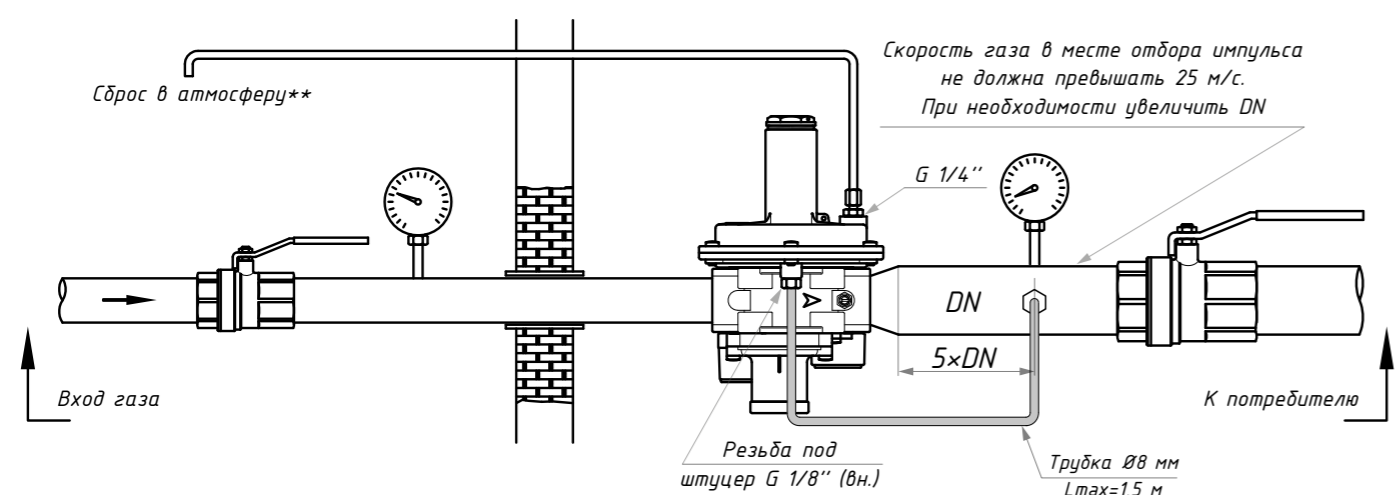

Рис. 9
- Он может быть установлен в любом положении, даже если установка предпочтительнее, как в 6.4 (пример монтажа). На регуляторе со стороны выхода имеется золотник отбора давления (23) для удобства выполнения настройки параметров работы регулятора;
- В версиях СТАНДАРТ для получения расхода газа более 30 нм³/ч необходимо подключить внешнюю импульсную линию в регулятор с разъемом G 1/8" (см. Схему монтажа рис. 9). Для этого необходимо снять заглушку (30) (см. рис. 4);
- Вывести трубу сброса от сбросного клапана (как показано в 4.6) в атмосферу согласно действующим нормам правилам, сняв пылезащитный колпачок (25);